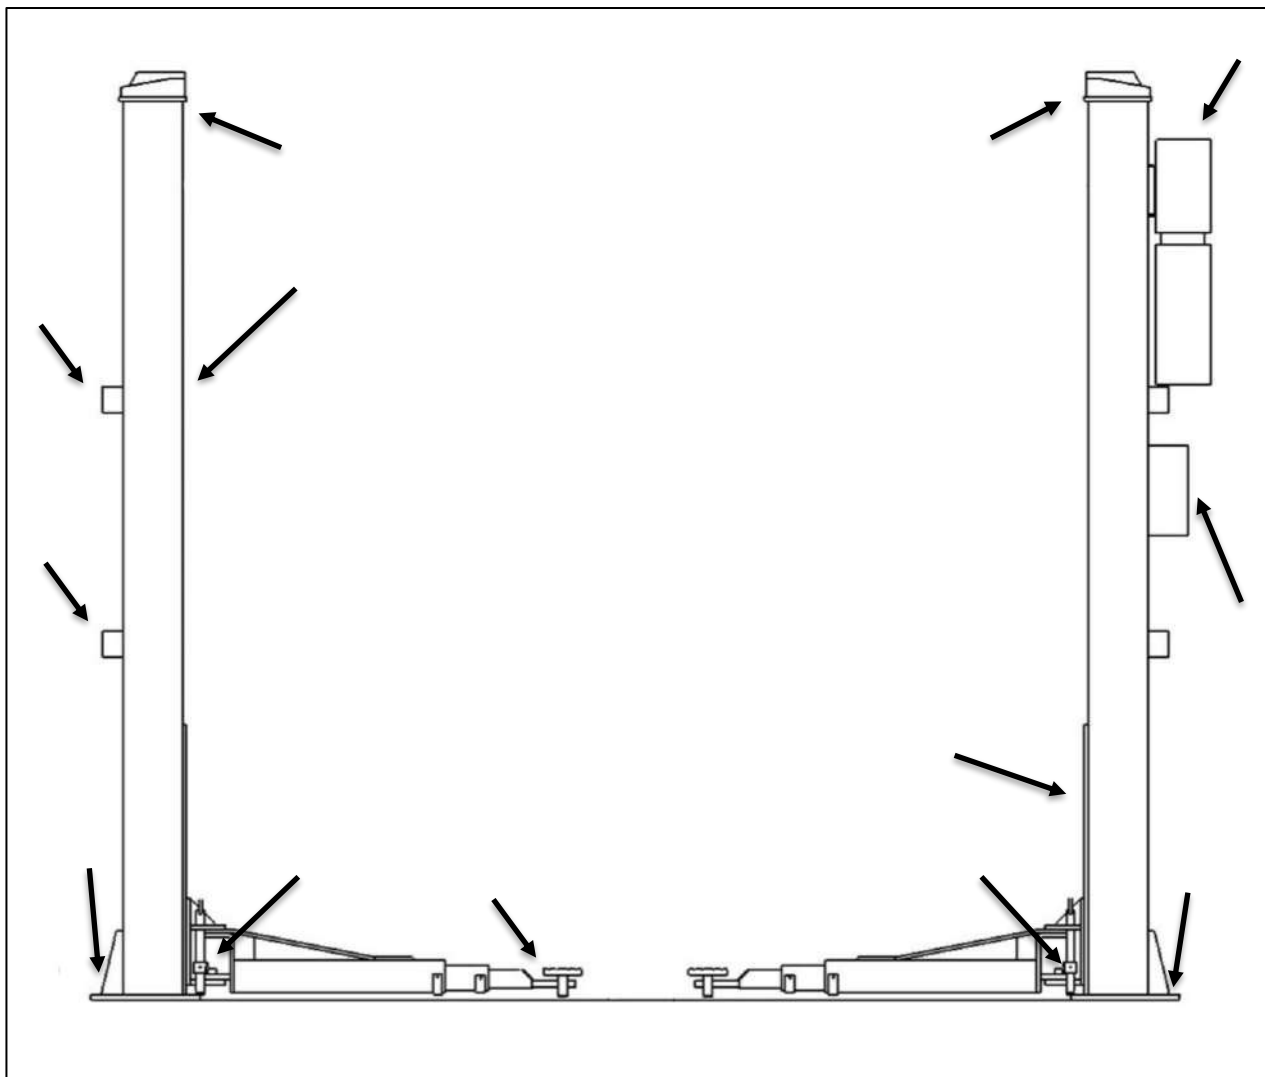

Fig. 26 - Kontrollera vid årligt underhåll av maskinen
6.4 Årlig kontroll (visuell översikt fig. 26)